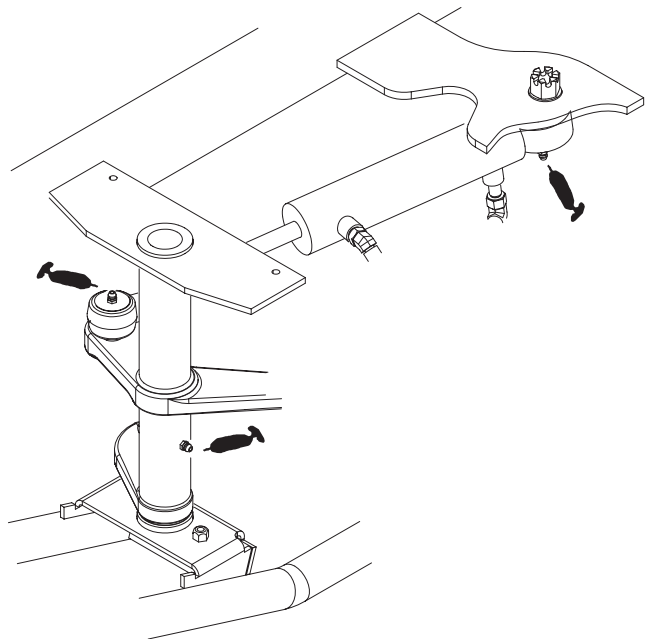

Bild 33
Lenkumlenkhebel (1) und Lenkkugelgelenke (2) (Bild 33),